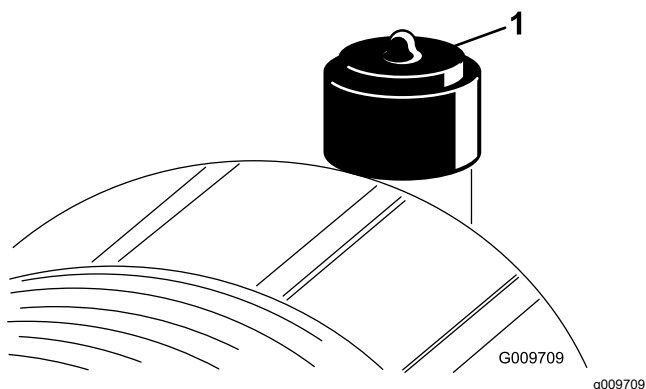

Figura 56
Revise el filtro del limpiador de aire únicamente cuando el indicador de mantenimiento (Figura 56) lo requiera. El cambiar el filtro antes de que sea necesario sólo aumenta la posibilidad de que entre suciedad en el motor al retirar el filtro.
2. Reinicie el indicador (Figura 56) si se ve rojo.